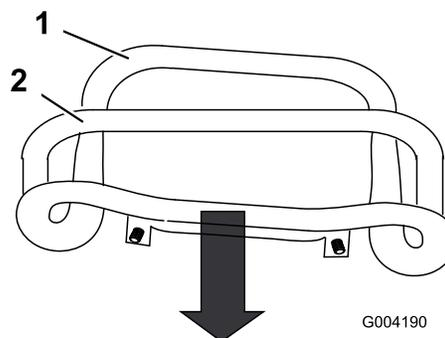

Рисунок 51
3. Потяните орган управления тягой назад, чтобы передняя часть органа коснулась контрольной штанги (Рисунок 51).